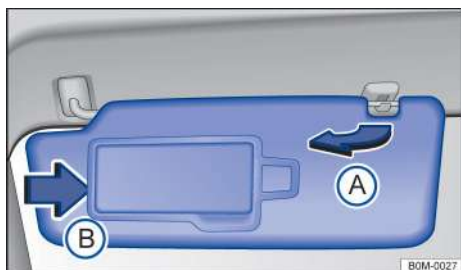

Рисунок 67. Солнцезащитный козырек со стороны водителя
- Вытяните его из кронштейна и поверните в сторону двери, чтобы заблокировать солнечные лучи от дверных окон → Рисунок 67 А.